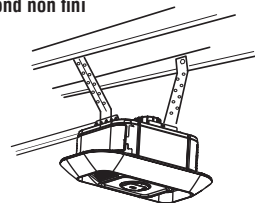

FIGURE 2
La suspension de l'ouvre-porte de garage varie en fonction de votre garage. Voici deux installations représentatives. La vôtre peut être différente. Les supports de suspension pourraient être à angle (Figure 1) pour fournir un support rigide. Sur les plafonds finis (Figure 2), avant d'installer l'ouvre-porte, fixez un support de métal solide sur des supports de structure. Ce support ainsi que le matériel de fixation ne sont pas fournis.
- Dans l'alternative, utilisez deux boulons de 5/16 po - 18 x 2 po, des rondelles d'arrêt et des écrous (non fournis). (Figure 2)